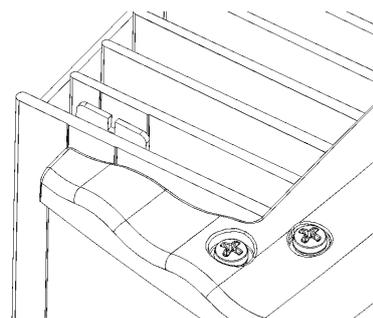

Figura 5.3: **Dispositivo de retenção (fechado)**
- Bloquee o dispositivo de retenção. Para tal, pressione uma das arestas da chapa na direcção da parede até a ranhura ficar paralela à parede (ver figura 5.3)